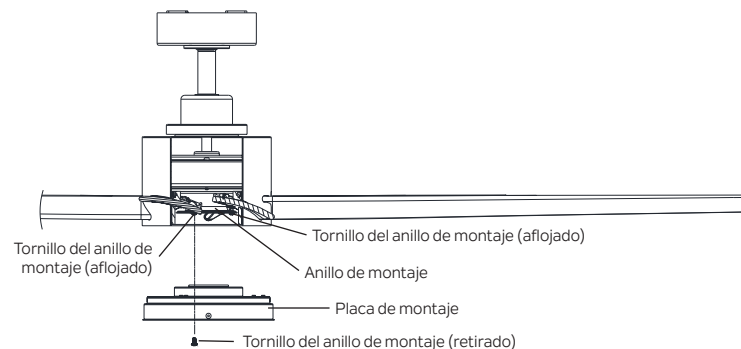

Figura 16
Paso 1. Afloje dos de los tornillos del anillo de montaje fijado al eje del motor y retire y guarde el tercer tornillo. (Figura 16)
Paso 2. Coloque los orificios alargados de la placa de montaje sobre los dos tornillos del anillo de montaje previamente aflojados del anillo de montaje y gire la placa de montaje (en el sentido de las manecillas del reloj) hasta que se traben en su lugar con los tornillos del anillo de montaje en las secciones estrechas de los orificios alargados. (Figura 16)
Vuelva a colocar el tercer tornillo del anillo de montaje que se retiró previamente y apriete los 3 tornillos del anillo de montaje para asegurarlo. (Figura 16)